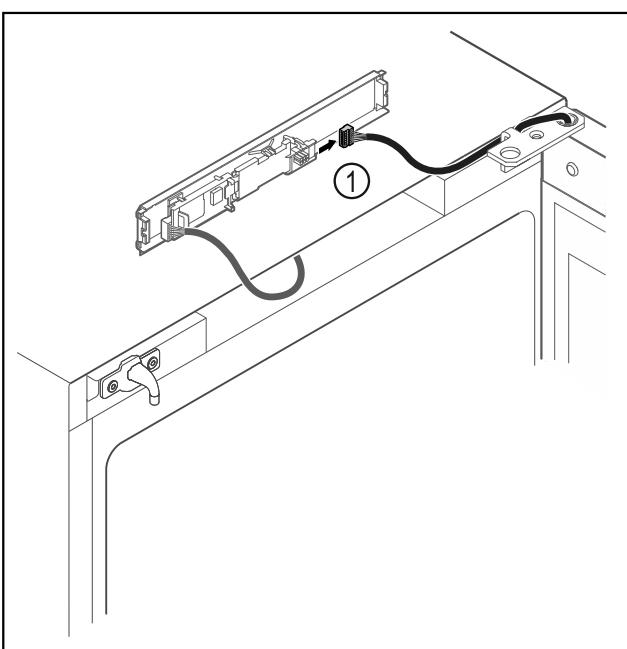

Fig. 18
► Stecker Fig. 18 (1) von Platine abstecken.